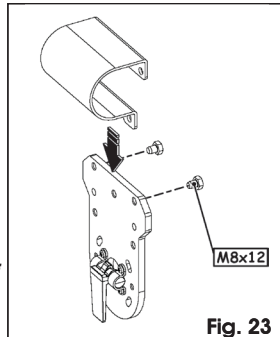

Fig. 23
1. Assembleer de plaat van de armhouder, Fig. 23 ref. ①, met de gekozen bijbehorende houder, Fig. 23 ref. ② met behulp van alleen de achterste twee schroeven.